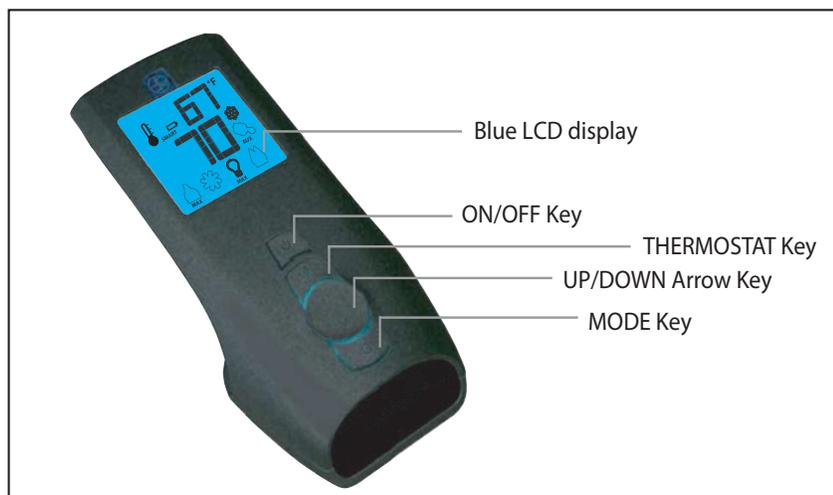
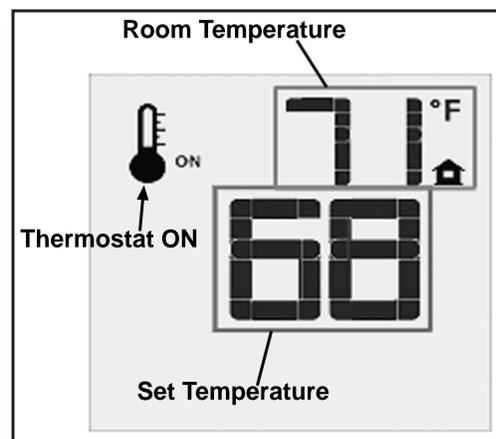
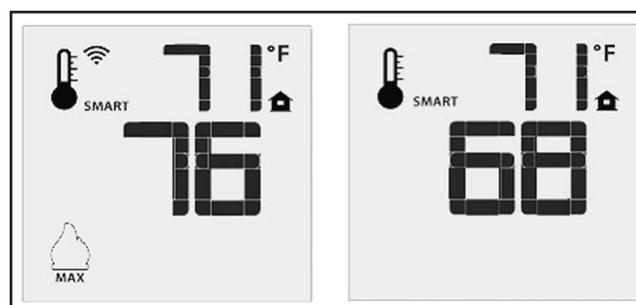
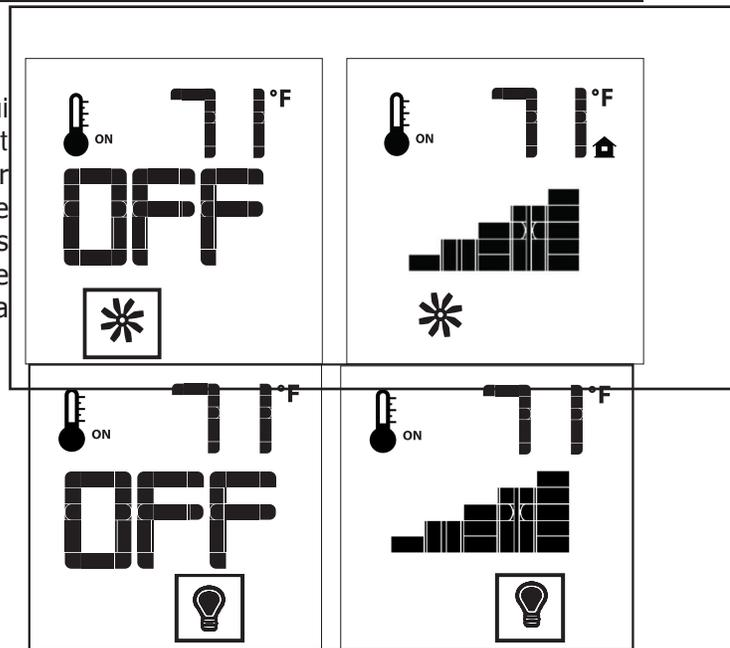

Figure 5: Émetteur Proflame 2.
Figure 10: La télécommande montre la température programmée.
Figure 11: La fonction « thermostat intelligent » (SMART Thermostat).
Figure 15: Contrôle du ventilateur at
Le levier d'ajustement de venturi est situé du côté droit de l'unité, au-dessous de la porte (voyez Figure 5).
L'émetteur Proflame 2 est une télécommande munie d'un écran ACL rétro-éclairé bleu. Il a une conception rationalisée avec une disposition de boutons simplifiée et un affichage informatif ACL (Figure 5). L'émetteur est alimenté par trois (3) piles type AAA. Un bouton « mode » sert à changer entre les options et un bouton « thermostat » est utilisé pour allumer ou fermer, ou voir l'index des options pour le thermostat (Figures 5 & 6).
Appuyez la touche marche-arrêt sur l'émetteur. L'écran ACL montrera la température ambiante de la salle et l'icône du thermostat (voir la Figure 10). Un seul bip de l'IFC confirme la réception de la commande et la veilleuse et le brûleur principal se fermeront (si l'appareil n'est pas réglé au mode CPI).
La télécommande peut fonctionner comme un thermostat ambiant. Le thermostat peut être réglé à la température désirée pour contrôler le confort dans la salle. Pour activer cette fonction, appuyez sur la touche « Thermostat » (voir la Figure 5). L'écran ACL de l'émetteur changera pour montrer que le thermostat ambiant est allumé et la température programmée est montrée sur l'écran (voir la Figure 10). Pour ajuster la température, appuyez sur les flèches vers le haut ou le bas pour programmer votre température désirée.
Le mode « Thermostat intelligent » ajuste la hauteur des flammes en calculant la différence entre la température programmée et la température ambiante actuelle. Si la température ambiante approche la température programmée, la fonction intelligente baissera le niveau des flammes. Pour activer cette fonction, appuyez sur la touche « thermostat » (Figure 5) jusqu'à ce que vous voyiez le mot « SMART » à la droite de l'icône de thermostat (Figure 11). Pour ajuster la température programmée, utilisez les flèches pour trouver votre température idéale.
Le poêle Berkeley est livré avec un ventilateur de convection qui peut être contrôlé avec l'émetteur. La vitesse du ventilateur peut être réglée à travers six (6) vitesses. Pour contrôler le ventilateur appuyez sur la touche Mode (Figure 5) à l'index de l'icône de commande du ventilateur (Figure 15). Utilisez les touches fléchées HAUT/BAS pour activer, désactiver ou régler la vitesse du ventilateur (Figure 15). Un bip unique de la IFC confirmera la commande a été reçue